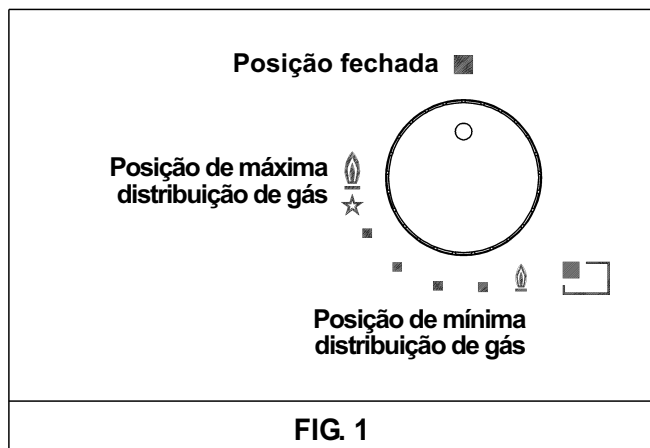

FIG. 1
Pressione e gire o botão correspondente ao queimador a utilizar para a esquerda até à posição de Máximo (chama grande fig. 1) e aproxime um fósforo aceso perto do queimador.
Pressione e gire o botão correspondente ao queimador a utilizar para a esquerda levando-o até à posição de Máximo (chama grande fig. 1) e pressione o botão a fundo.
No caso de queimadores equipados com dispositivo de segurança, deve-se girar o botão correspondente ao queimador a utilizar para a esquerda até à posição de Máximo (chama grande fig. 1) e até se perceber uma pequena chama nesta altura pressione o botão e repita as operações indicadas anteriormente.
- Quando entre em ebulição, colocar o botão no Mínimo (chama pequena fig. 1).
estiver na posição de Máximo (chama grande fig. 1).